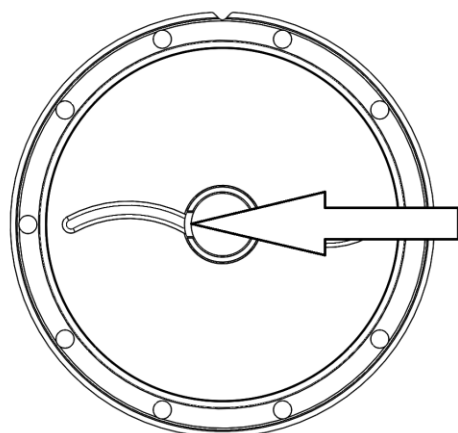

Figura 9 – Installazione della boccola
1. Iniziare l'assemblaggio sul lato esterno della pompa appoggiando il cilindro della pompa (12) su una superficie piana con il lato esterno desiderato orientato verso l'alto.
2. Ispezionare il manicotto dei cuscinetti (24) per danni o usura. In caso di danni evidenti, i cuscinetti DEVONO essere sostituiti. Per sostituire i cuscinetti:
- c. Lubrificare i nuovi cuscinetti con grasso di qualità, e posizionarli sulla faccia interna della testata con la tacca rivolta verso l'ALTO. **Allineare la tacca del cuscinetto con la scanalatura della testata. Vedere Figura 9.**